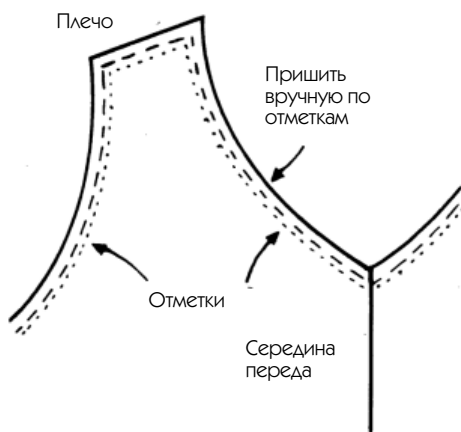

Рис. 211
3. По контурам каждой детали (только не вдоль подгибки) наметайте наложенные друг на друга две части мелкими стежками «вперед иголку», выполненными шелковой нитью подходящего тона: за 0,2 см над метками (рис. 211).